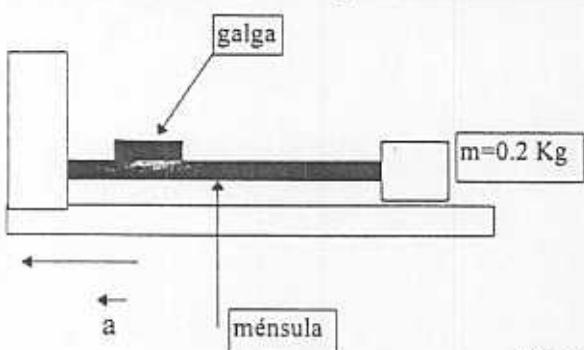

Figura 2
2. Se diseña un acelerómetro para la medida de aceleraciones según el esquema de la Figura 2. Los datos de la galga se encuentran en la hoja de características que se adjunta,
- (c) Diseñe un circuito acondicionador de la señal para el acelerómetro de la Figura 2 utilizando un puente de Wheatstone y el amplificador de instrumentación AD620 cuyas hojas de características se adjuntan: